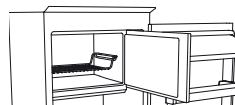
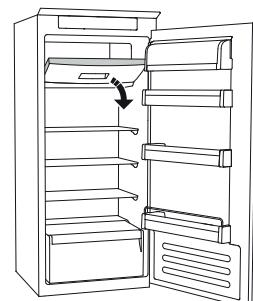

Рис. 1
Рис. 2
- розмістіть продукти на решітці, якщо вона є (рис. 1), або безпосередньо в нижній частині відділення (рис. 2);
- розмістіть продукти в середній частині відділення (*****) таким чином, щоб вони не торкалися вже заморожених продуктів. Відстань між упаковками має становити приблизно 20 мм (рис. 1 і 2).
СИСТЕМА НАКОПИЧЕННЯ ІНЕЮ (доступна залежно від моделі) спрощує процес розмороження морозильного відділення. Аксесуар для НАКОПИЧЕННЯ ІНЕЮ (рис. 1) розроблено для накопичення інею, який утворюється в морозильному відділенні. Його можна легко витягнути й очистити, отож час, необхідний на розмороження морозильного відділення, значно скоротиться.
- Відкрийте дверцята морозильного відділення та витягніть верхній контейнер (рис. 2).